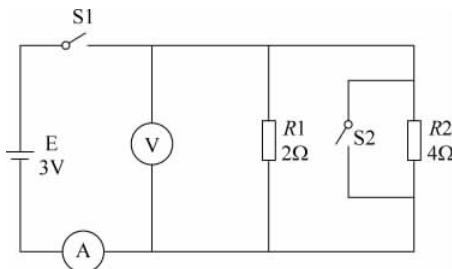

图 1-7 题(2)图
- (2) 将如图1-7所示电路图画在图幅为A4的图纸上,学生作业用标题栏格式见表1-8。